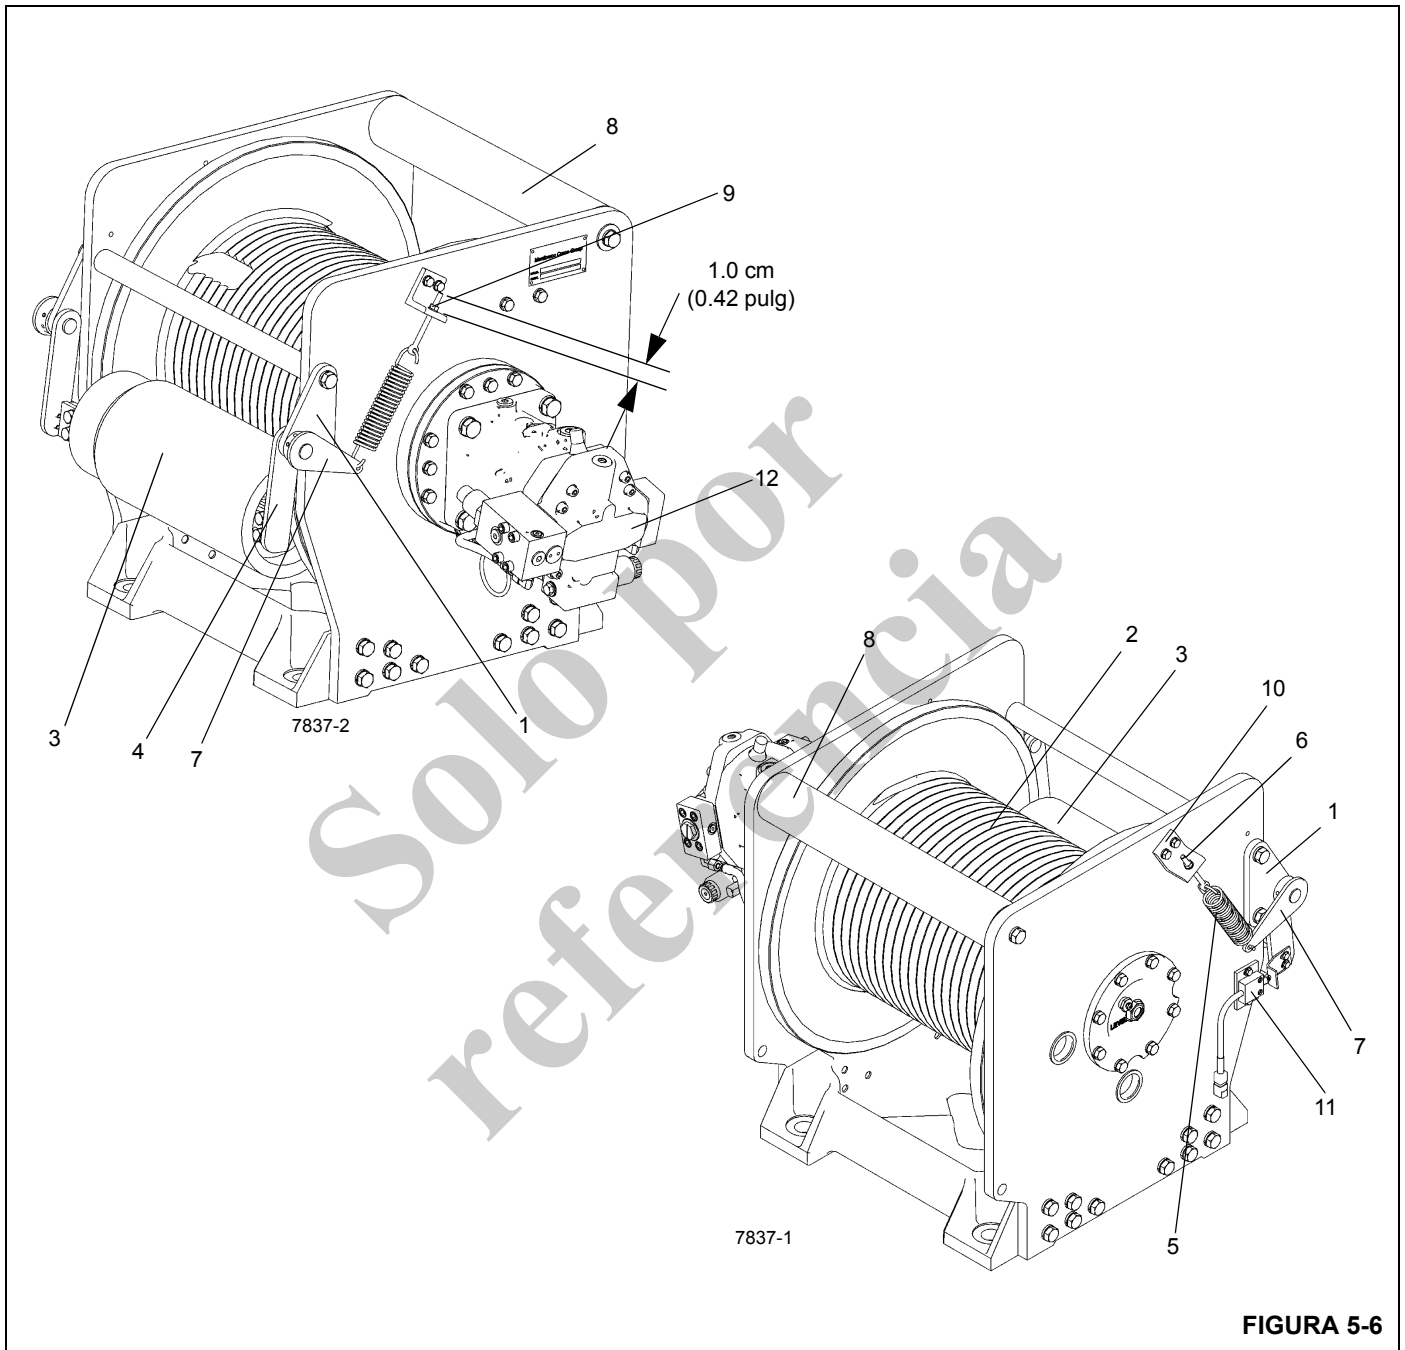

FIGURA 5-6
Los malacates principal y auxiliar (Figura 5-6) tienen cada uno un tambor intermedio en su lado delantero. El tambor intermedio del malacate principal se usa para evitar que el cable entre en contacto con la pluma. Si la grúa también tiene un malacate auxiliar, el tambor intermedio sirve para evitar que su cable entre en contacto con el malacate principal. El seguidor del cable se instala en el lado delantero de su malacate respectivo. El seguidor del cable aplica tensión de resorte hacia abajo contra el cable sobre el tambor del malacate para asegurar que el cable se enrolle de modo uniforme en el tambor, y también impide que el cable salte cuando se producen condiciones anómalas.
1. Retire el perno y la tapa terminal del lado derecho del rodillo intermedio (Figura 5-6).
1. Suelte las tuercas de ajuste y retire el resorte tensor y la barra de ajuste de ambos lados del malacate Figura 5-6.